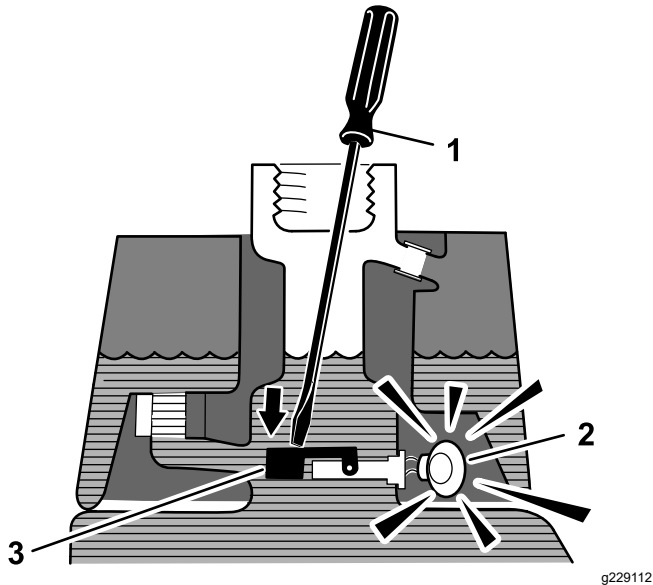

Figure 47
3. Introduisez une tige ou un tournevis propre dans le goulot du réservoir et enfoncez doucement le contacteur à flotteur (Figure 47) ; l'alarme devrait se déclencher au bout d'une seconde.